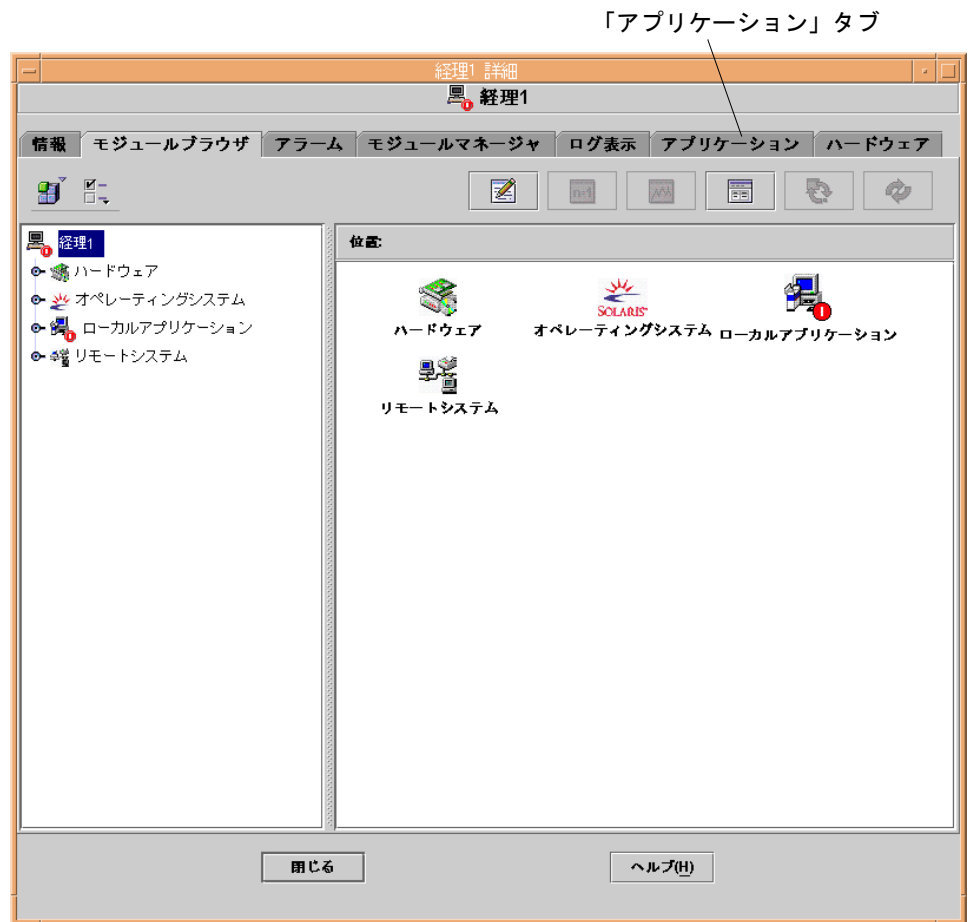

図 3-3 Sun Management Center の「詳細」ウィンドウ
選択したホストの「詳細」ウィンドウが表示されます (図 3-3)。
3. 「アプリケーション」タブ (図 3-3) をクリックして、Sun Management Center の追加コンポーネントを表示します。